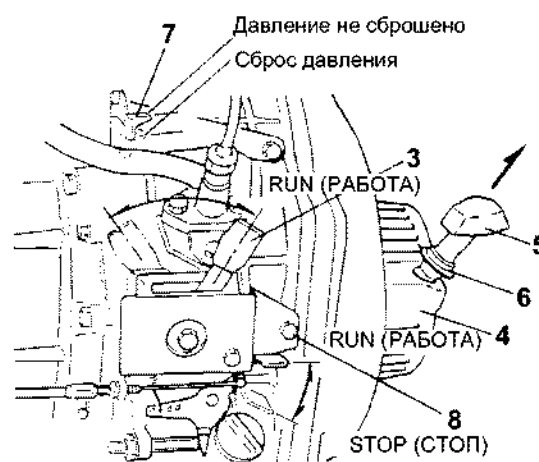

Рис. 65
Поэтому чтобы получить необходимый ток с использованием удлинителя, выбирайте кабель толщиной (площадь поперечного сечения S проводника) максимально приближенной к предварительно рассчитанному значению для получения необходимой мощности для той нагрузки, которая будет подключаться с помощью этого кабеля (напряжение (В) \times сила тока (А)) с помощью Рис. 65.
2. Переведите рычаг регулятора (Рис. 65, (3)) в положение RUN (РАБОТА).
3. Медленно потяните ручку (Рис. 65, (5)) ручного стартера (Рис. 65, (4)), пока не почувствуете сопротивление (положение хода сжатия).
4. Верните ручку в первоначальное положение (Рис. 65, (6)).
5. Установите рычаг сброса давления (Рис. 65, (7)) в положение сброса давления.
2. Опустите рычаг останова (Рис. 65, (8)) и установите рычаг регулятора (Рис. 65, (3)) в положение STOP (СТОП).